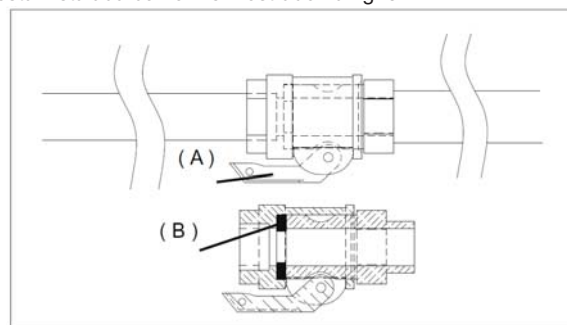

FIG.8
Abra a válvula de ar do jato. Ative e desative a roda celular 3 ou 4 vezes por meio do interruptor relativo (2 a 3 segundos de operação, 2 a 3 segundos de parada) e, em seguida, ligue-a permanentemente. Regule a água para obter a consistência recomendada pelo fabricante do material. Feche a válvula de ar da pistola de pulverização. Verifique as mangueiras de material para garantir que estejam em perfeitas condições, que os acoplamentos estejam intactos e que as vedações relativas estejam instaladas, e despeje aproximadamente 3 litros de rejunte na primeira seção e, em seguida, conecte-as ao coletor de distribuição (ref. 10) e ao jato de pulverização. Verifique se as alavancas do came (A) dos acoplamentos foram apertadas corretamente e se a vedação (B) está instalada conforme mostrado na fig. 8.